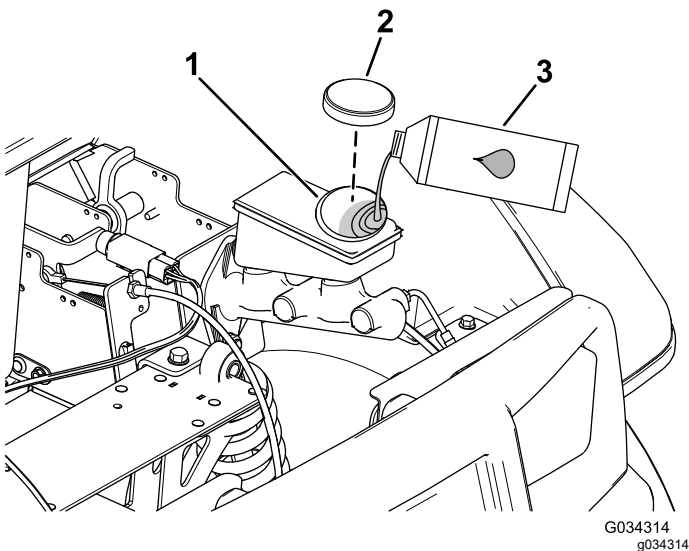

Figura 64
- Eleve el capó para acceder al cilindro del freno principal y al depósito (Figura 64).
- Limpie la zona alrededor del tapón del depósito y retire el tapón (Figura 64).
- Coloque el tapón del depósito (Figura 64).